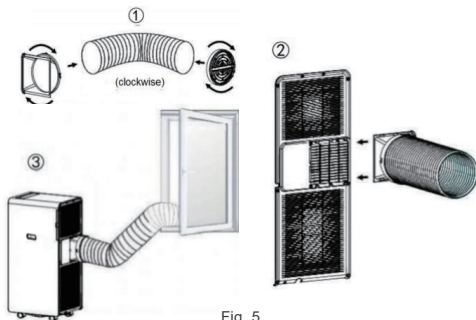

Fig. 5
3. Coloque el otro extremo del tubo de escape sobre el alféizar cercano de la ventana (ver Fig. 5).
3. Plaats het andere uiteinde van de afvoerslang op de vensterbank van het raam (zie fig. 5).
4. Coloque el otro extremo del tubo de escape sobre el alféizar cercano de la ventana (ver Fig. 5).
4. Leg het andere uiteinde van de afvoerslang op de nabijgelegen vensterbank (zie Fig. 5).